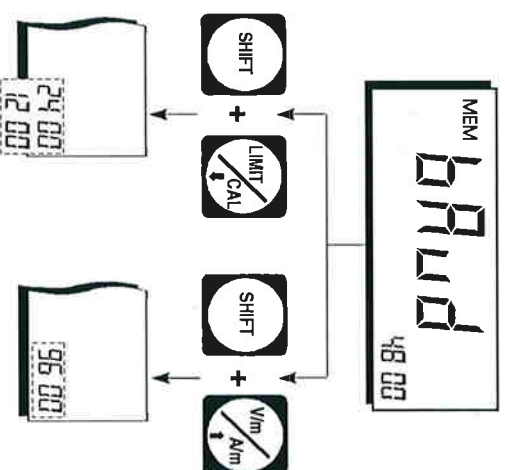

Bild 4-29 Baudrate verändern (ausgehend von 4 800 Baud)
- Drücken Sie die Taste **SHIFT** + \downarrow (\uparrow). Die nächst niedrigere (höhere) Baudrate erscheint in der kleinen Anzeige (Bild 4-29). Durch weiteres Drücken der Taste **SHIFT** + \downarrow (\uparrow) lassen sich alle verfügbaren Baudraten aktivieren.